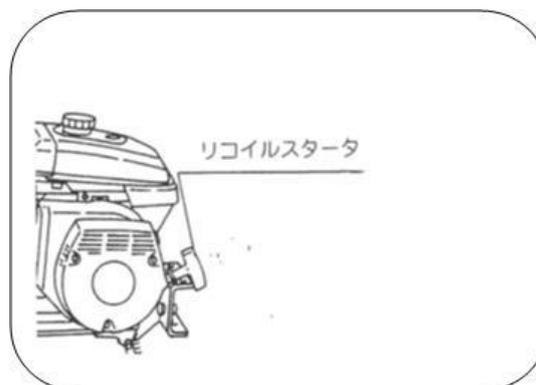

図8
⑤リコイルスタータを握り圧縮位置まで軽く引き、この位置から勢い良く引っ張る。
⑥エンジンが始動したら、リコイルスタータをゆっくりと元の位置に戻す。(図8)